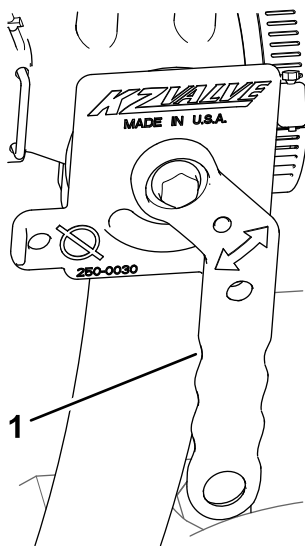

图 42
4. 将清洁加药器切断阀的手柄旋转至打开位置图 42。
5. 关闭清洁加药器切断阀请参阅启动清洁加药器 (页码 20) 的图 42。